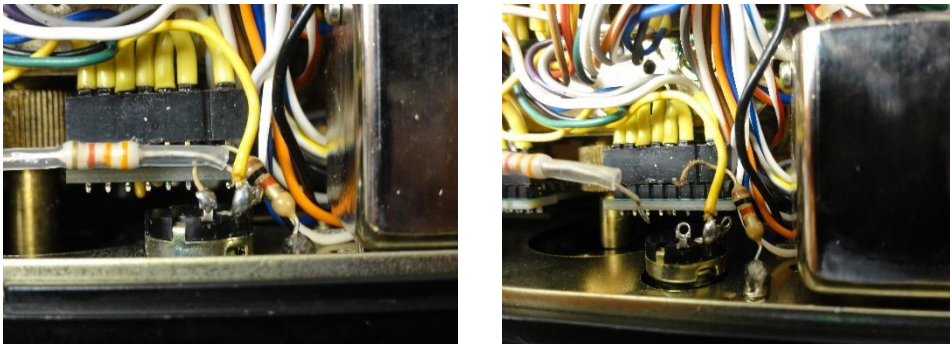

Abbildung 7
- Löten Sie am CALIB Potentiometer VR6 (5k Ω) die beiden Widerstände R14 (1k Ω) und R15 (3.3k Ω) ab, siehe Abbildung 7